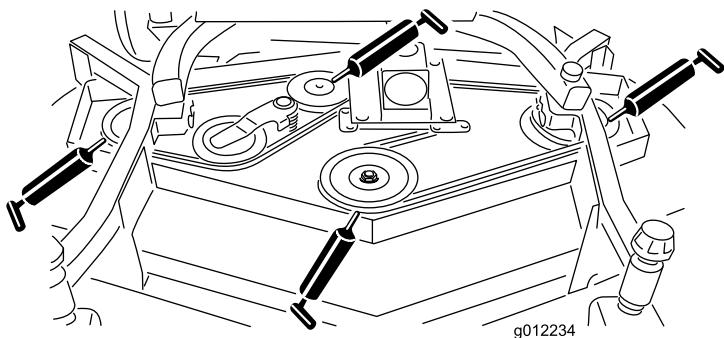

図 21
- スピンドルのシャフトのベアリング (3ヶ所) (ブーリの下) (図 21)
- アイドラ・アームのシャフトのベアリング (図 21)